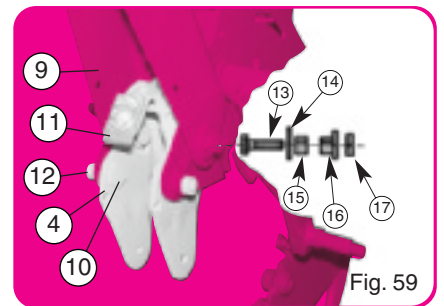

Fig. 59
- Présenter le cadre ④ sans la roue plombuse, mettre en place les vis épaulées ⑩ et les écrous ⑫ (fig. 59).
- Presentar el marco ④ sin la rueda, colocar en su lugar los tornillos de apoyo ⑩ y las tuercas ⑫ (fig. 59).
- Position the frame ④ without the press wheel, and put the turned screws in place ⑩ and the nuts ⑫ (fig. 59).